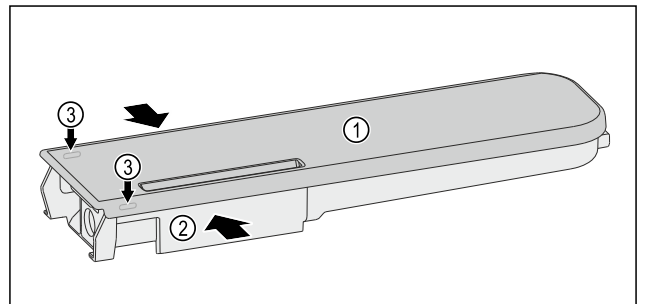

Fig. 189
- ▶ Wasserbehälter Fig. 189 (2) zusammendrücken und Deckel Fig. 189 (1) vorsichtig über die Rastnasen Fig. 189 (3) hebeln und hochziehen.
- ▶ Deckel Fig. 189 (1) leicht hin- und herbewegen und nach oben entnehmen.